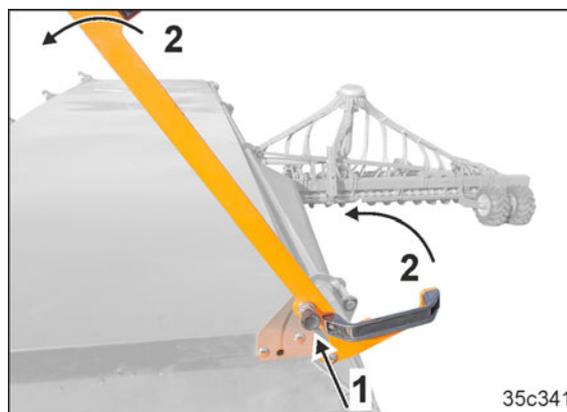

Рис. 254
3. Поверните рычаг вверх. Убедитесь, что подпружиненный палец зафиксировался (Рис. 254/1).
Две ручки (Рис. 254/2) предназначены для открывания крышки бункера.
2. Закройте крышку бункера. Рычаги (Рис. 254/2) служат для закрывания крышки бункера.